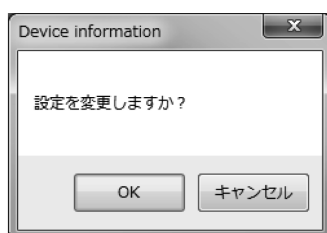

図71
- ⑤ 全ての設定が完了し、「OK」ボタンをクリックすると、メッセージボックス(図71)が表示されます。